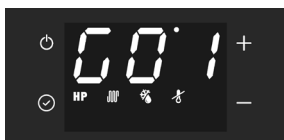

fig. 5 - First screen
- First screen: G0 (vedi fig. 5)